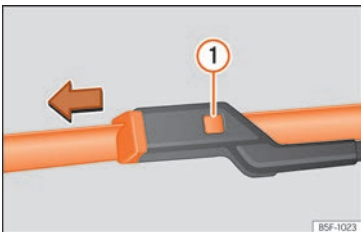

Fig. 161 Canvi de les escombretes de l'eixugaparabrises.
- Mantingueu premuda la tecla de desbloqueig »» **fig. 161** **1** mentre estireu lleugerament l'escombreta en el sentit de la fletxa.